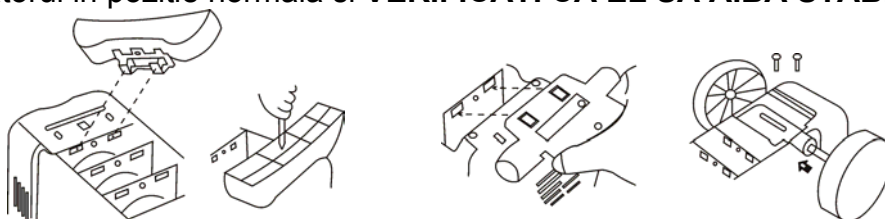

fig. 1
- Fixati piciorusul in partea de jos a radiatorului si strangeti-l cu un surub (fig.1).